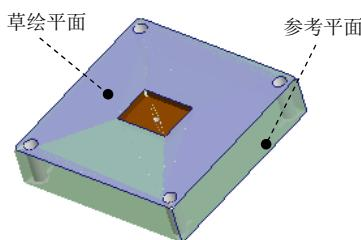

图 30.47 定义草绘平面
Step2. 定义定模元件。在模型树中选择 **EMX_CAV_PLATE_FH001.PRT** 并右击, 然后在系统弹出的快捷菜单中选择 **打开** 命令, 系统转到零件模式下; 单击 **模型** 功能选项卡 **形状** 区域中的 **拉伸** 按钮, 此时系统弹出“拉伸”操控板; 选取图 30.47 所示的表面为草绘平面, 然后选取图 30.47 所示的表面为参考平面, 方向为 **右**。单击 **草绘** 按钮, 进入草绘环境, 绘